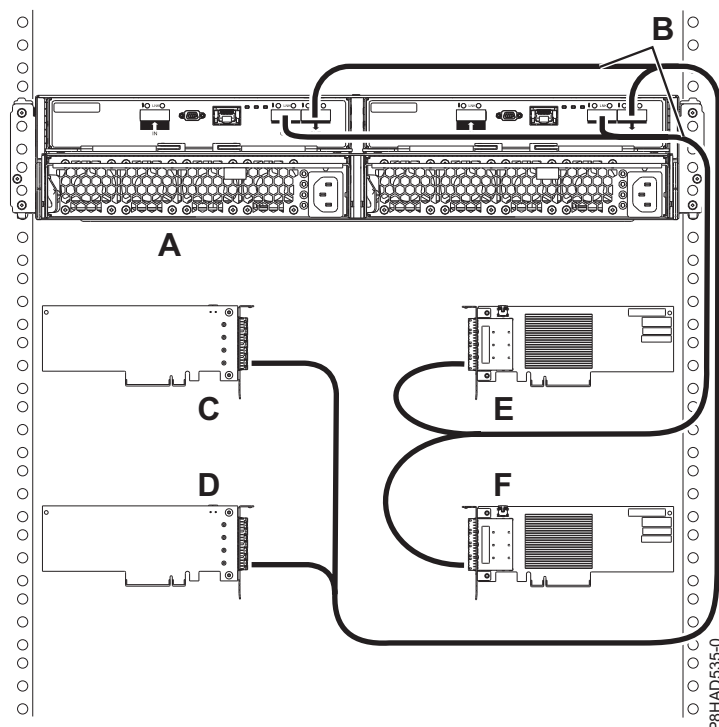

Figura 90. Conexiune mod 4 a unei incinte 5887 folosind cabluri X la patru adaptoare singure SAS PCIe3 cu conectori înguști HD.
**Notă:** Consultați Figura 90 la pagina 157 pentru exemple ale următoarelor tipuri de conexiuni:
- Cablul care intră în adaptorul SAS independent 1 (C) conține o etichetă cu identificatorul P1. Acest adaptor nu are acces la niciun alt adaptor independent și are acces numai la locașurile de unitate D1 - D6.
- Cablul care intră în adaptorul SAS independent 2 (D) conține o etichetă cu identificatorul P2. Acest adaptor nu are acces la niciun alt adaptor independent și are acces numai la locașurile de unitate D7 - D12.
- Cablul care intră în adaptorul SAS independent 3 (E) conține o etichetă cu identificatorul P1. Acest adaptor nu are acces la niciun alt adaptor independent și are acces numai la locașurile de unitate D13 - D18.
- Cablul care intră în adaptorul SAS independent 4 (F) conține o etichetă cu identificatorul P2. Acest adaptor nu are acces la niciun alt adaptor independent și are acces numai la locașurile de unitate D19 - D24.